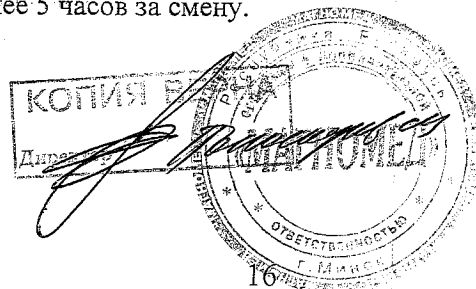

Рисунок 4. Главное меню программы
2.3.4 Если необходимо запомнить введенные параметры в памяти аппарата, чтобы при следующем включении они были приняты по умолчанию, в главном меню (см. Рисунок 4) нажмите кнопку «Опции». Откроется окно, показанное на рисунке 8. Для сохранения ранее введенных параметров, нажмите кнопку «Сохранить». Затем нажмите кнопку «Выход» для возврата в главное меню.
2.3.7 Нажатием кнопки «Пуск» в главном меню (см. Рисунок 4) начинается процесс магнитотерапевтического воздействия на пациента с одновременной индикацией на индикаторе времени в минутах и секундах, оставшегося до конца процедуры, а также установленного уровня мощности магнитного излучения и частоты следования поля.